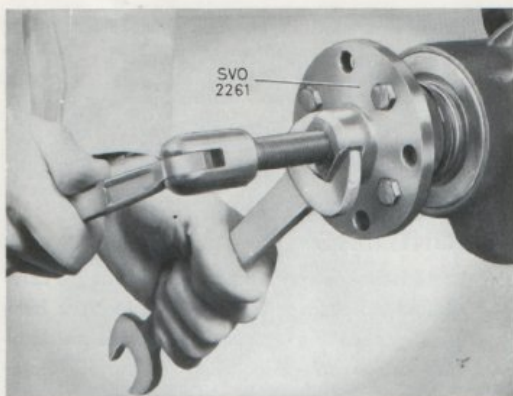
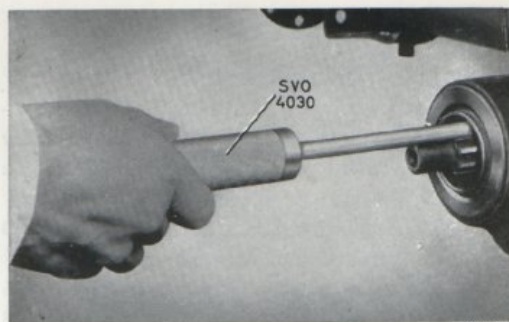
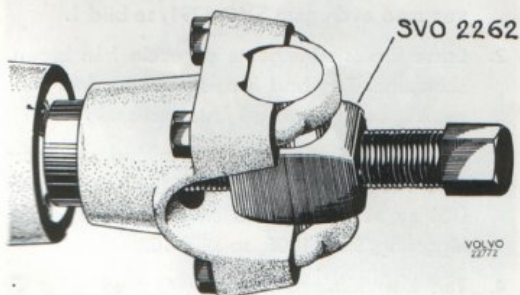

Bild 5. Demont. av medbringare, PV 544 och sen. uff. P 120, P 1800.
Bild 7. Demont. av tätningring.
Bild 6. Demont. av medbringare, tid. uff. P 120, P 1800.
2. Tag bort muttern för medbringaren. Använd därvid nyckel SVO 2409 som mothåll. Drag av medbringaren för PV 544 och sen. uff. av P 120 och P 1800 med avdragare SVO 2261, se bild 5. Medbringaren, tid. uff. för P 120 och P 1800 drages av med SVO 2262, se bild 6. Tag bort den gamla tätningringen med SVO 4030, bild 7.
8. Tag bort muttern för medbringaren (22). Använd därvid nyckel SVO 2409 som mothåll. Drag av medbringaren för PV 544 och sen. utf. av P 120 och P 1800 med avdragare SVO 2261, se bild 5. Medbringaren tid. utf. för P 120 och P 1800 drages av med SVO 2262, se bild 6. Pressa ut pinjongen (28).
9. Tag bort tättningsringen (25) med hjälp av SVO 4030, se bild 7. Därefter borttages oljeslungaren (24) och främre pinjonglagret (27).